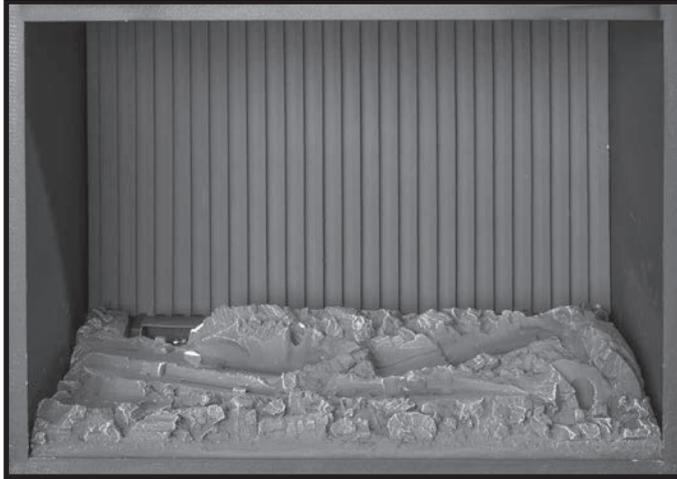

Figure 38. Esemble de lit d'embres.
Le placement des buches n'est pas arbitraire. Si elles sont mal positionnées, les flammes peuvent être "pincer" et ne brûleront pas correctement. Tous les buches sont fournis soit avec une encoche ou corniche, qui rendent plus facile l'alignement. À l'aide des images fournies, définir attentivement les buches en place (voir les figures 38 à 44).
2. Ensuite, installez l'assemblage du lit d'embre, comme illustré dans la figure 38, en le tenant par les fentes. Le lit d'embre doit être tenu à un angle de 45°, de gauche à droite, pour qu'il rentre dans le firebox. Lorsqu'il est installé correctement, il doit s'appuyer contre l'arrière de la chambre a combustion.